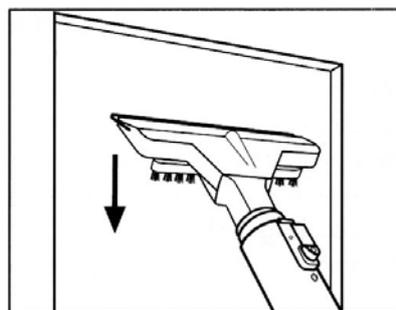

Fig. 16
- premere la racla in gomma sulla superficie ed aspirare l'acqua presente eseguendo dei movimenti rettilinei verticali verso il basso (**Fig. 16**).